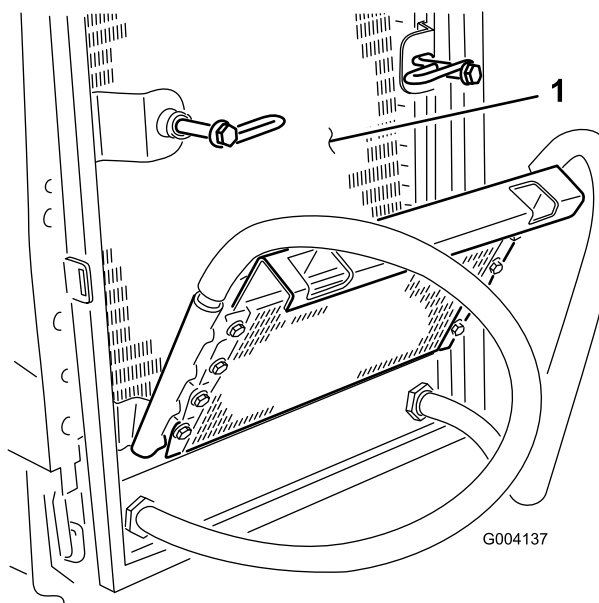

Figura 70
6. Pulite accuratamente entrambi i lati del radiatore dell'olio e del radiatore utilizzando aria compressa (Figura 70).